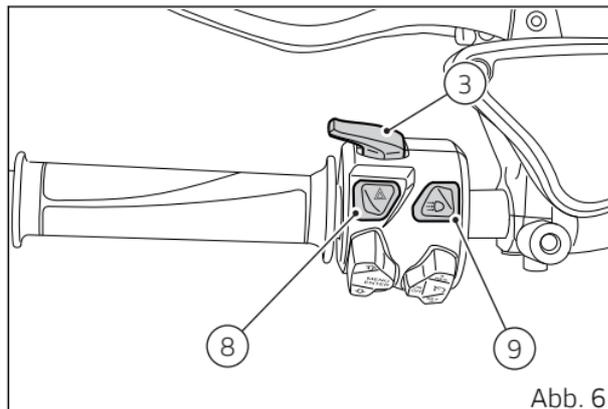

Abb. 6
3) LICHTEREIN- UND UMSCHALTTASTE (FERN-/ ABBLENDLICHTER) (Abb. 6)